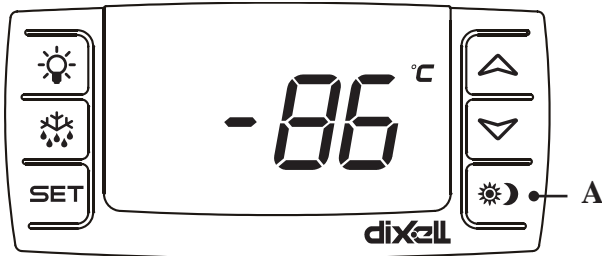

fig. 4
Apparatet er udstyret med en elektronisk styring (fig. 4)
**OBS:** Når strømmen tilsluttes første gang, skal der trykkes på knappen "A" (fig. 4), derved tilkobles alarmer.